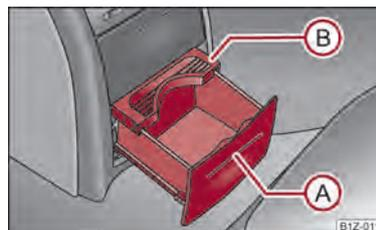

Fig. 68 Consola central atrás: Suporte para bebidas
- Carregue na pala na área (A) ⇒ Fig. 68 - o suporte para bebidas sai para fora.
- Ajuste o suporte empurrando a placa de segurança (B).